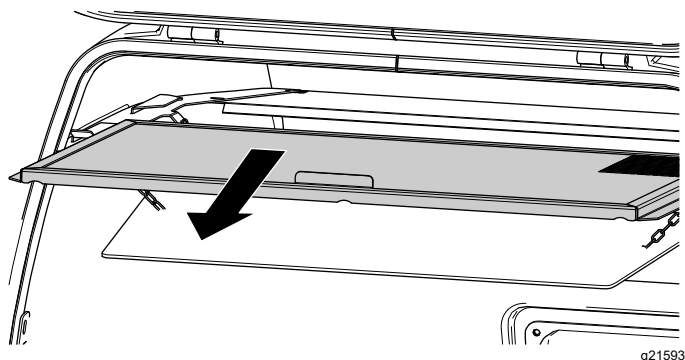

Bild 139
3. Entfernen Sie das Fangboxgitter und reinigen Sie es (Bild 139).